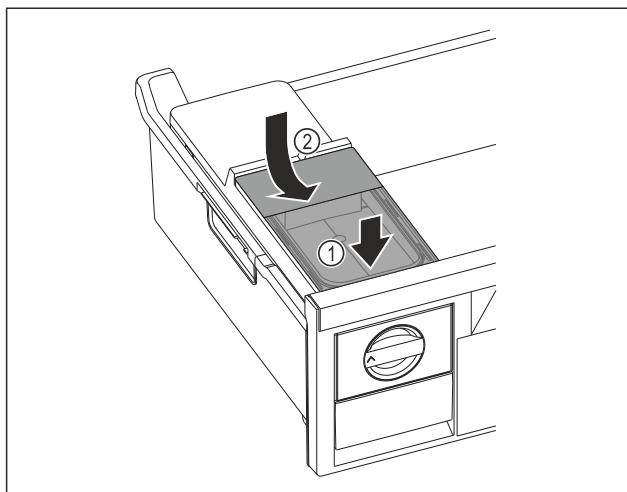

Fig. 181
- 放置水箱前部。Fig. 181 (1)
- 放下水箱后部。Fig. 181 (2)